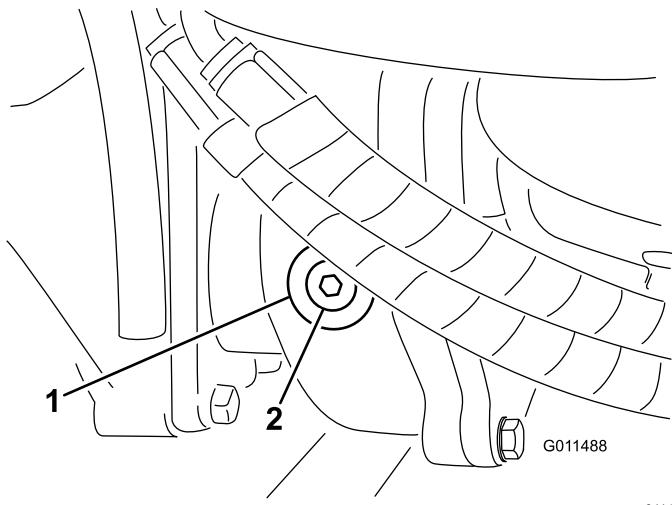

Figure 17
- Enlevez le bouchon de contrôle/remplissage du côté gauche du boîtier d'engrenages (Figure 17) et vérifiez que le lubrifiant atteint la base de l'orifice. Si le niveau est bas, ajoutez suffisamment de lubrifiant pour rectifier le niveau.